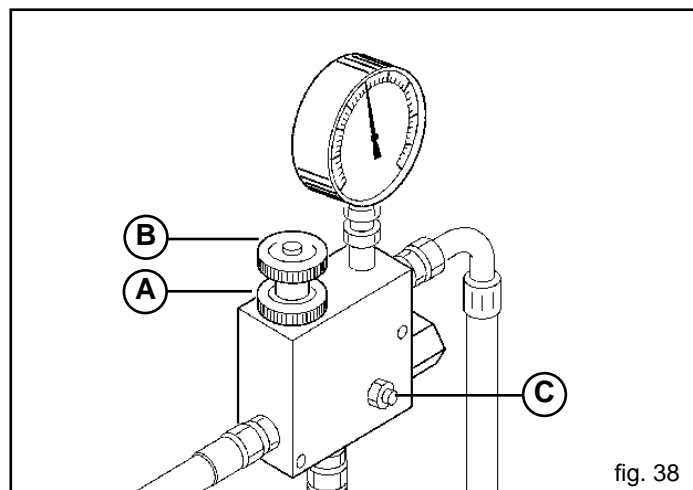

fig. 38
Si vous voulez augmenter la vitesse de rotation de la turbine pour le semis de semences plus lourdes agir avec grande prudence en opérant comme suit (Fig. 38):
- a) desserrer le collier de serrage (A, Fig. 38);
- b) tourner en sens horaire ou contraire le volant (B) pour diminuer ou augmenter la pression et par conséquent le nombre de tours de la turbine.
Il est interdit pour quelque motif que ce soit de toucher à la vis (C, Fig. 38) car cela pourrait provoquer la rupture du moteur, pompe ou de la soufflante.